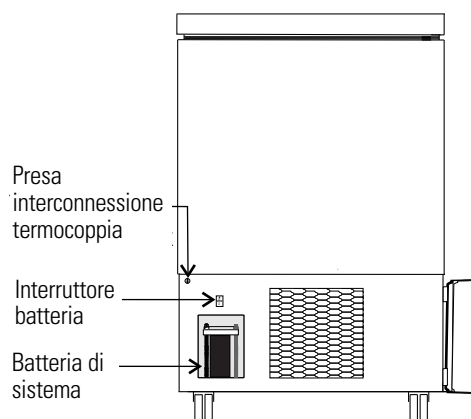

Figura 5-2. Posizione interruttore di alimentazione batteria
2. Individuare l'interruttore di alimentazione della batteria (Figura 5-2). Portare l'interruttore di alimentazione della batteria sulla posizione OFF (O).
3. Rimuovere i due dadi che fissano la staffa della batteria. Vedere Figura 5-2.
3 cu ft Modelli (Figura 5-2):